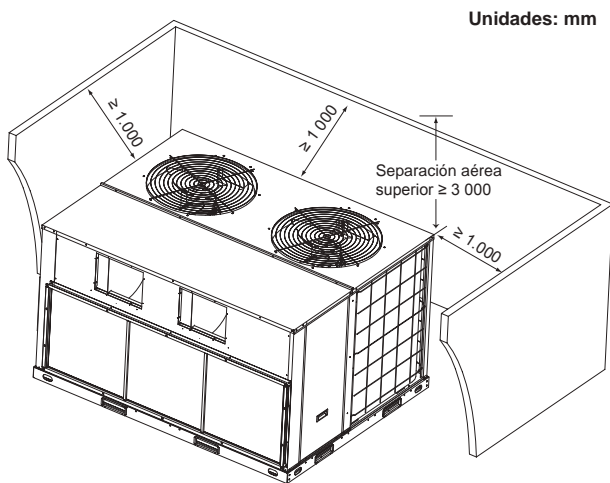

Fig.4-1
- Las separaciones recomendadas para las instalaciones de unidad individual se encuentran en la Fig. 4-1. Estos requisitos mínimos no solo son un factor importante al determinar la ubicación de la unidad; además son fundamentales para garantizar que se realicen trabajos de reparación y mantenimiento adecuados y que la unidad funcione según su capacidad máxima y eficiencia óptima.